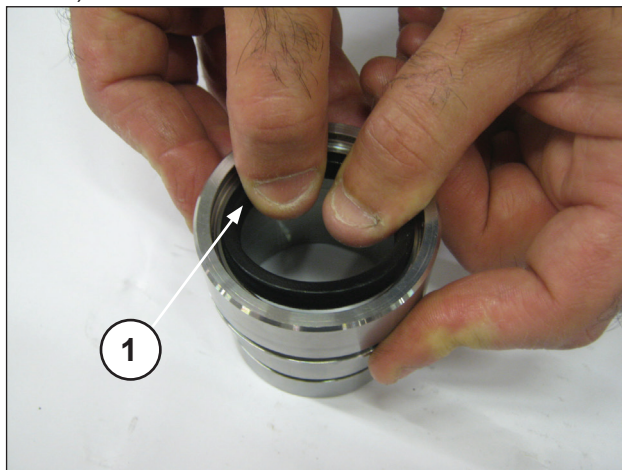
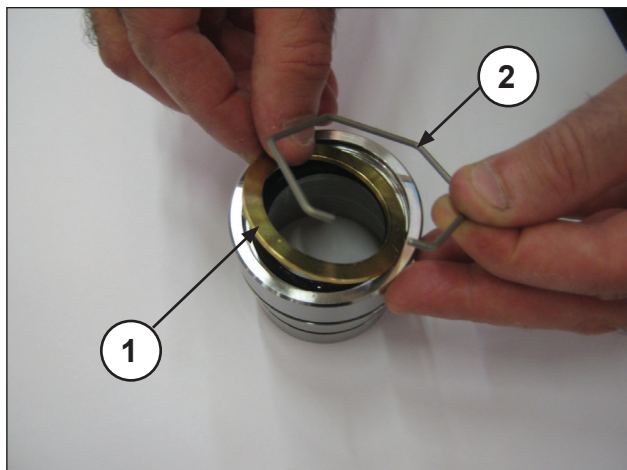
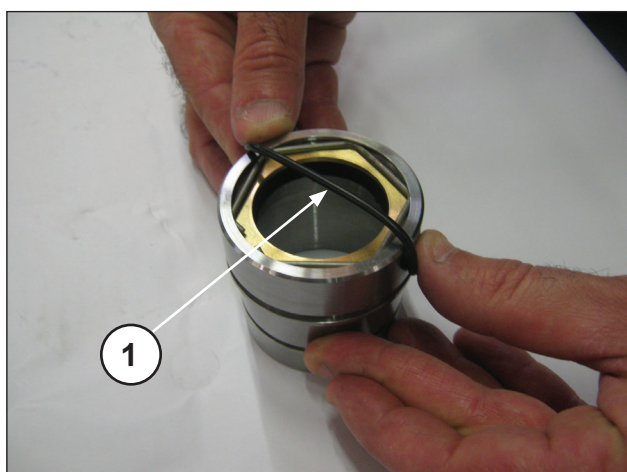

Рис. 52
Рис. 53
Рис. 54
Вставьте уплотнение низкого давления в опору сальниковой набивки (поз. ①, Рис. 52) так, чтобы уплотнительная кромка была направлена вперед (к торцу). Затем вставьте уплотнительное кольцо, стопорное кольцо (поз. ①②, Рис. 53) и уплотнительное кольцо O-ring (поз. ①, Рис. 54).